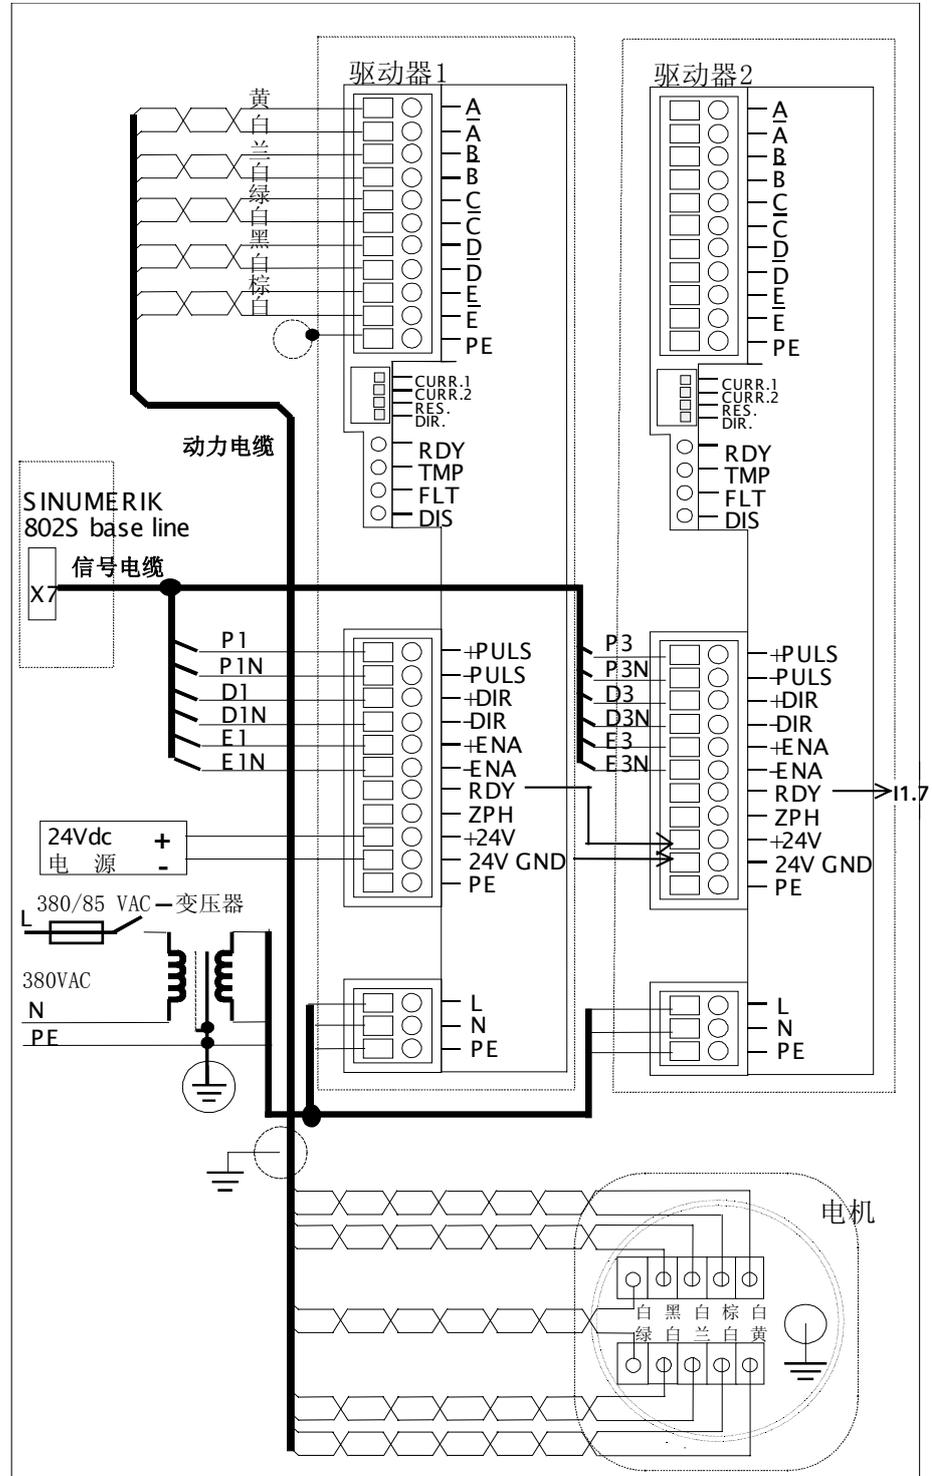

图 3-2 电缆连接图
步进驱动STEPDRIVE C/C+,BYG 步进电机和系统 SINUMERIK802S base line 之间的电缆连接参见图 3-2。
- 电缆已经按照图 3-2 正确连接完毕。